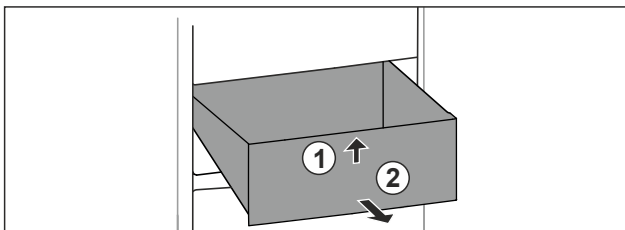

Fig. 91
- ▶ Lade aan de voorkant optillen. Fig. 91 (1)
- ▶ Lade naar voren toe verwijderen. Fig. 91 (2)